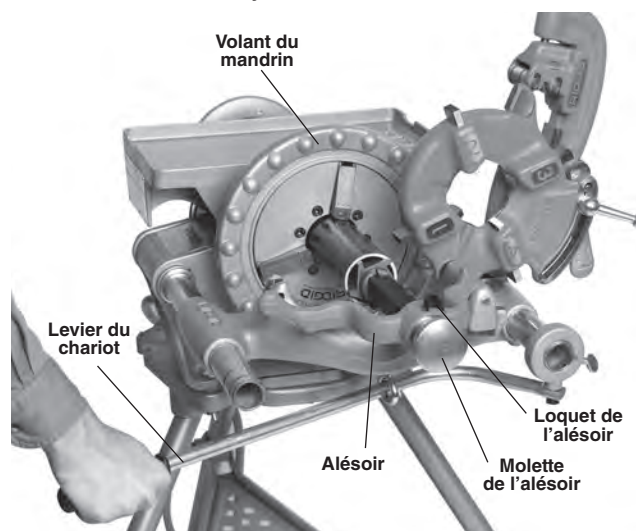

Figure 22 – Utilisation de l'alésoir n° 341
2. Positionnez l'alésoir en appuyant sur la gâchette de son loquet, puis en poussant sa molette vers le tuyau jusqu'à ce que le loquet s'engage à l'autre extrémité du support d'accessoires (Figure 22).